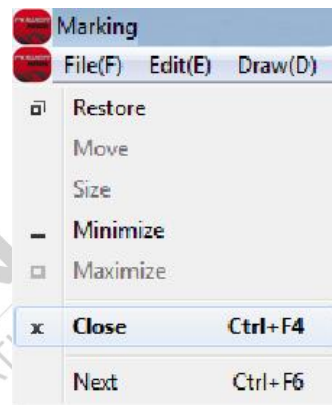

図1.1.03
- 図1.1.03のような左上のアイコン  をクリックし、「Close」を選択してファイルを閉じます。